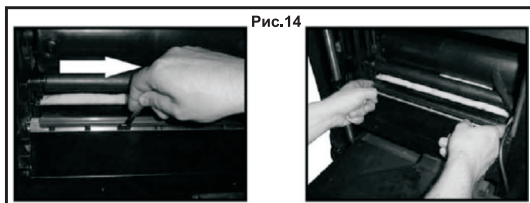

Рис.14
- снимите прижимную пластину и нож (рис. 14).